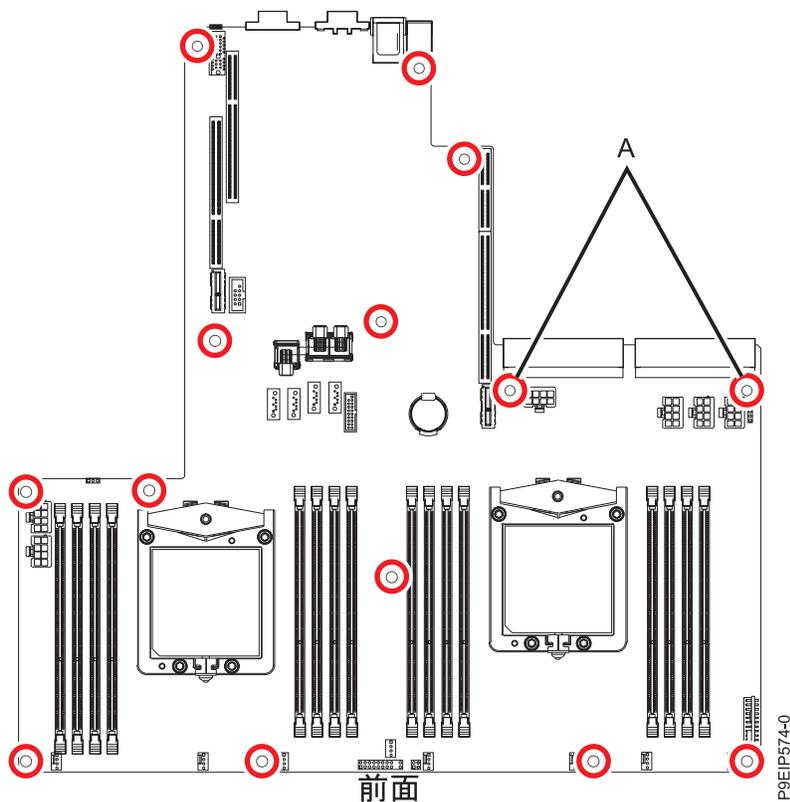

図 38. ねじの位置：(A)にある2本のねじは、少し長くなっています。
10. システム・バックプレーンから 14 本のねじを取り外します。ねじの位置は 41 ページの図 38 に示しています。